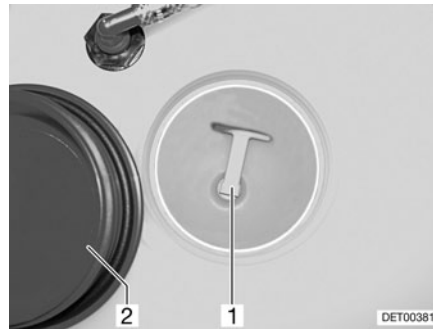

Fig. 156 Tapa de cierre del tubo de llenado de agua potable
- Desenroscar la tapa de cierre (Fig. 156,2) del depósito de agua.
- Extraer el tapón de cierre (Fig. 156,1) del orificio de salida. Se vacía el agua.